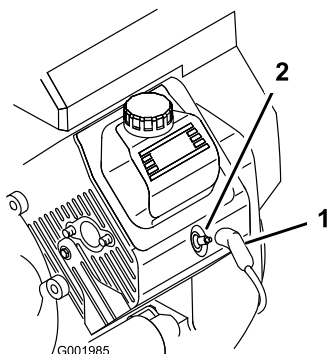

Figura 50
3. Puxe os cabos das velas (Figura 50).
3. Coloque os cabos nas velas de ignição (Figura 50).